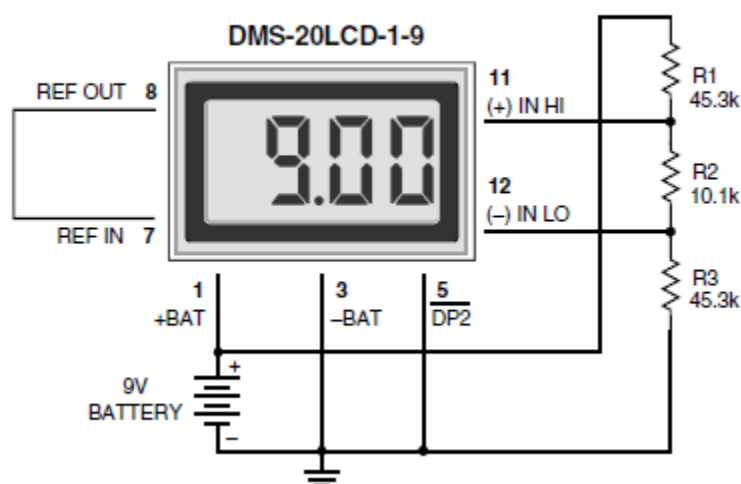

Рис. 8. Монитор блока питания
**6. Мониторинг источника питания.** Популярным применением маломощных ЖК-измерителей DATEL является мониторинг напряжения питания в портативном оборудовании с батарейным питанием. На рис. 8 показано, как DMS-20LCD с питанием 9В можно использовать для контроля собственного источника питания. В качестве измерителя используется DMS-20LCD-1-9. Делитель напряжения с тремя резисторами используется для ослабления напряжения батареи, а также для удовлетворения требования, чтобы входные напряжения, подаваемые на контакты 12 и 11, были не менее чем на 1,5В выше и ниже напряжения батареи, подаваемого на контакты 1 (+АККУМУЛЯТОР) и 3 (–АККУМУЛЯТОР). Делитель должен быть спроектирован таким образом, чтобы 1/10 напряжения батареи приходилась на входы счетчика: